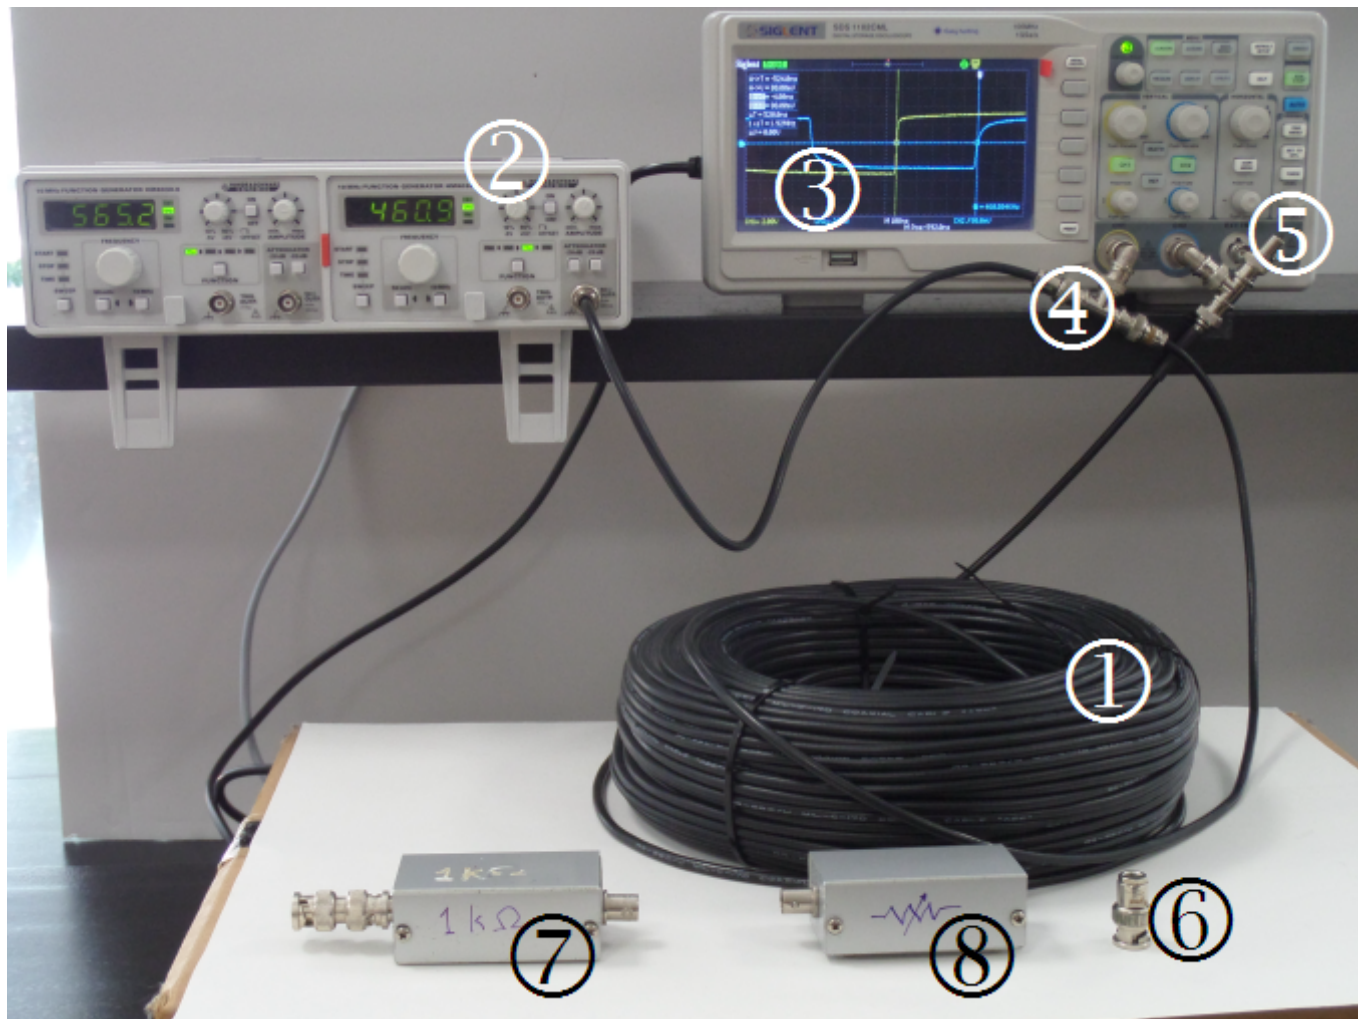

Fig.7
Estudaremos la propagación nun cable ① (fig. 7) de lonxitude $l \simeq 100$ m con impedancia característica nominal $Z_0 \simeq 50 \Omega$, en distintas condicións de carga (adaptada, en cortocircuíto e aberta). Dispónse dun xerador de funcións ② con impedancia de saída¹² de 50Ω , e dun osciloscopio dixital ③ de dúas canles, con posibilidade de medida por cursor.